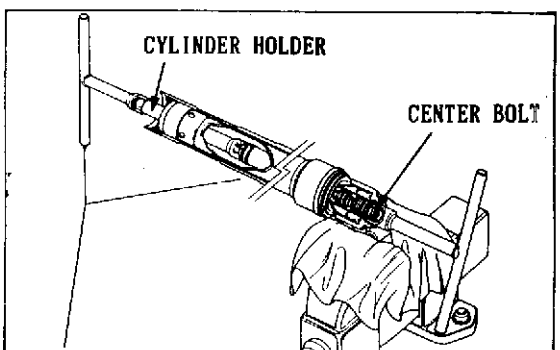

Fig. 4
- 10) Montare il cilindro della forcella e la bussola di centraggio nel tubo scorrevole. Montare il gruppo centrale di fissaggio o la rondella speciale. Bloccare il supporto del perno ruota in una morsa con ganasce di alluminio (in alternativa, utilizzare un panno al posto delle ganasce) e bloccare il cilindro con l'attrezzo speciale (Fig. 4). Bloccare il gruppo centrale di fissaggio alla coppia di 3÷4 kgm (29,4÷39,2 Nm) (Fig. 5).